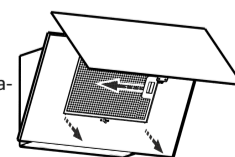

рис. 4
- 6.1.1 Перед установкой вытяжки снимите алюминиевый фильтр (рис. 4). Предварительно откройте стеклянную откидную панель:
- потяните за нижний край откидной панели, как показано на рис.4 и откройте ее;